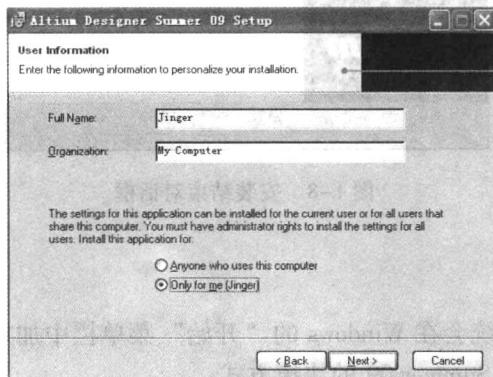

图 1-3 用户信息对话框
- 3) 选择 “I accept the license agreement” (接受授权协议) 单选框, 单击 **Next >** 按钮, 进入如图 1-3 所示的用户信息对话框。